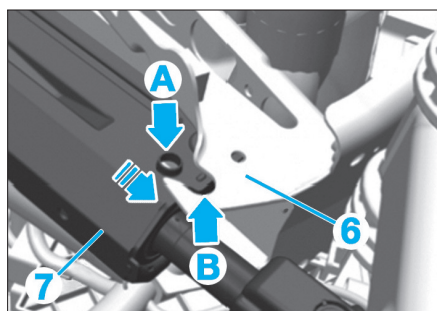

FIG. 12
- Mettre en place la colonne de direction (7) sur le palier (6) comme illustré (Fig.12).